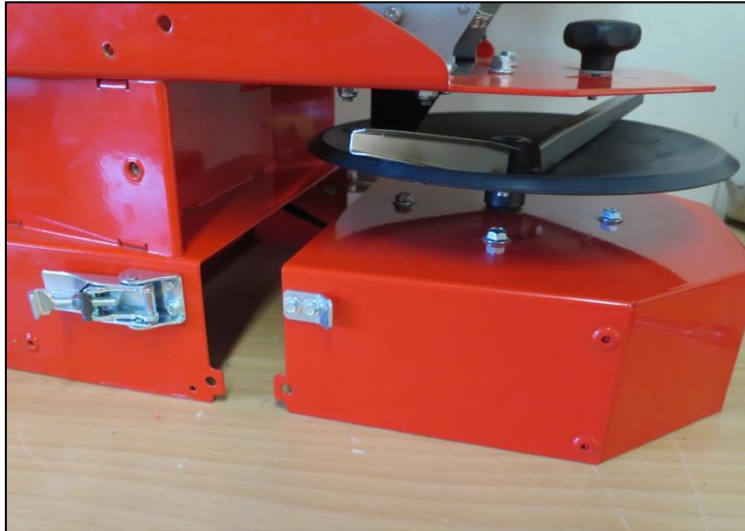

Abb.: 43
- Um das Kabel des Streutellermotors am Multidosierer anzuschließen, positionieren Sie den Tellerrahmen so wie auf Abb.: 43 dargestellt.